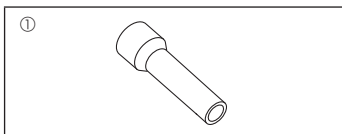

Fig. 1-1
1.6. Zubehör für die Außenanlage (Fig. 1-1) (ZRP200/250, P200/250)